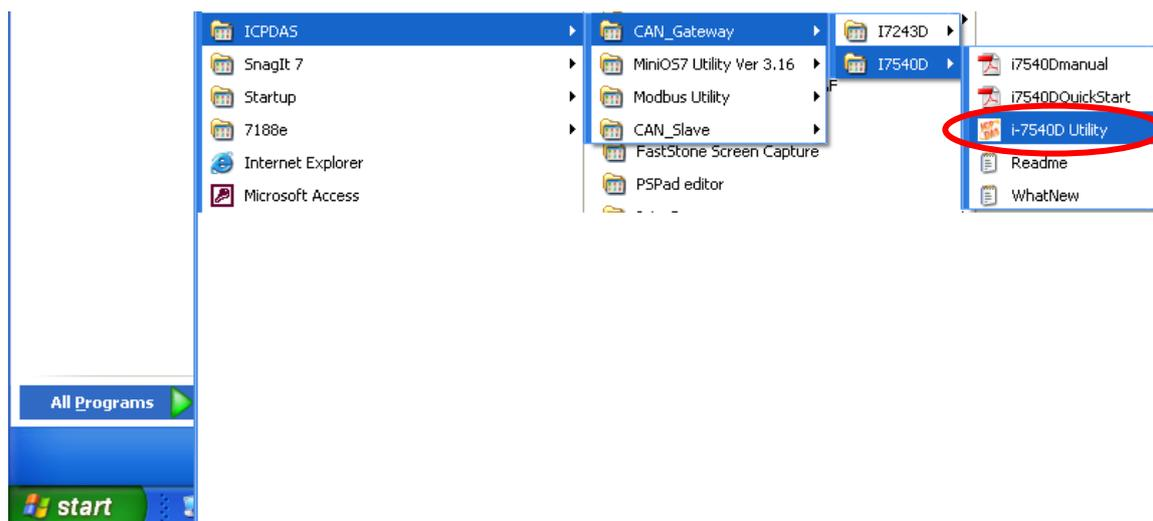

图 3-6: 您可以在任务栏的「开始」找到 I-7540D Utility
**Step 7:** 在完成 I-7540D Utility 的安装后，使用者可依图 3-6 找到它。